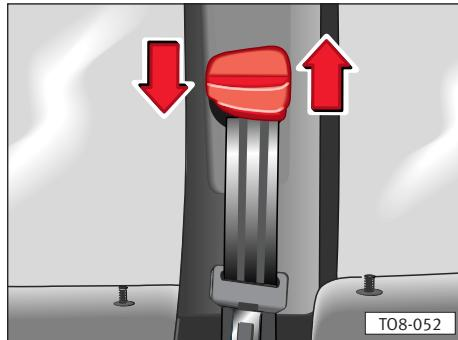

Fig. 10
- Para el ajuste hay que presionar el regulador y desplazarlo hacia arriba o hacia abajo ⇒ fig. 10, de modo que la banda del hombro se deslice aproximadamente por el centro del mismo, y **en ningún caso por el cuello**.